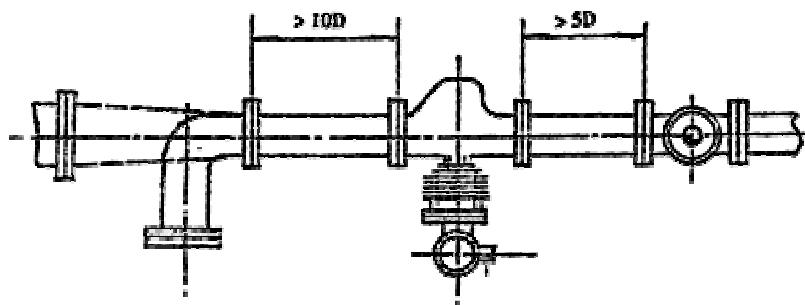

图 1
1. 流量计根据安装方式必须安装在水平管道上，蒸汽进口前要有>10D 的直管段，出口后要有>5D 的直管段，管道内径与流量计的公称直径相同，见图 1。